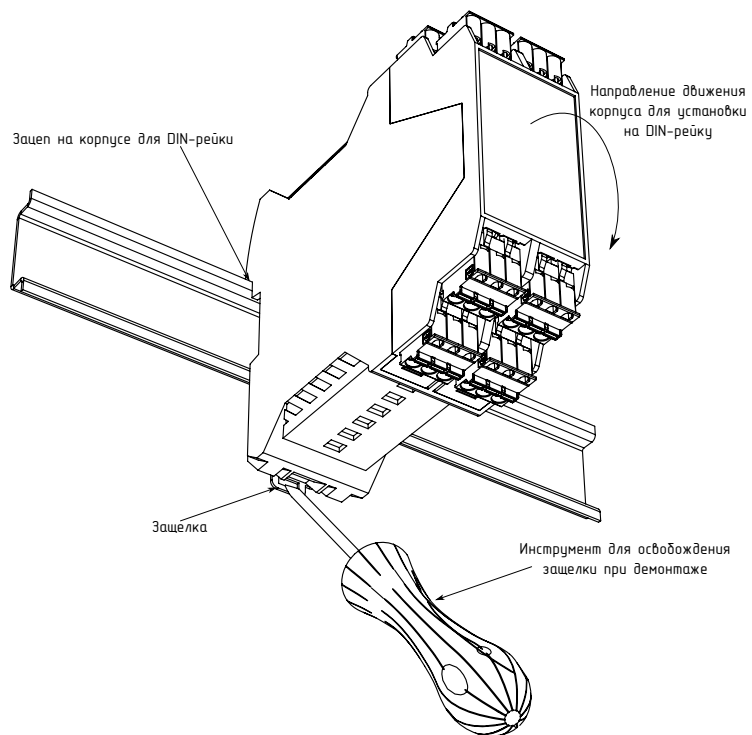

Рисунок 4.2 – Установка устройства на DIN-рейку
- г) установить устройство на DIN-рейку (см. рис. 4.2).